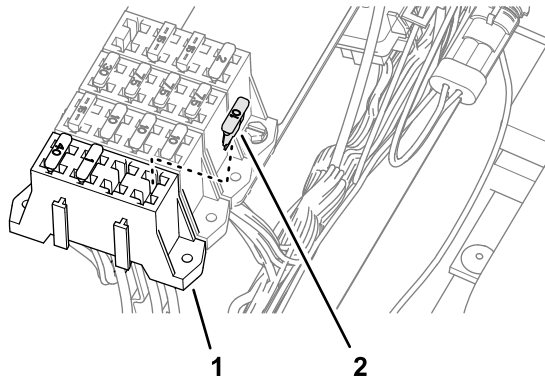

Figura 155
2. Introduzca el fusible (10 A) en el zócalo del bloque de fusibles (Figura 155) del circuito de alimentación de accesorios que utilizó en el paso 1.